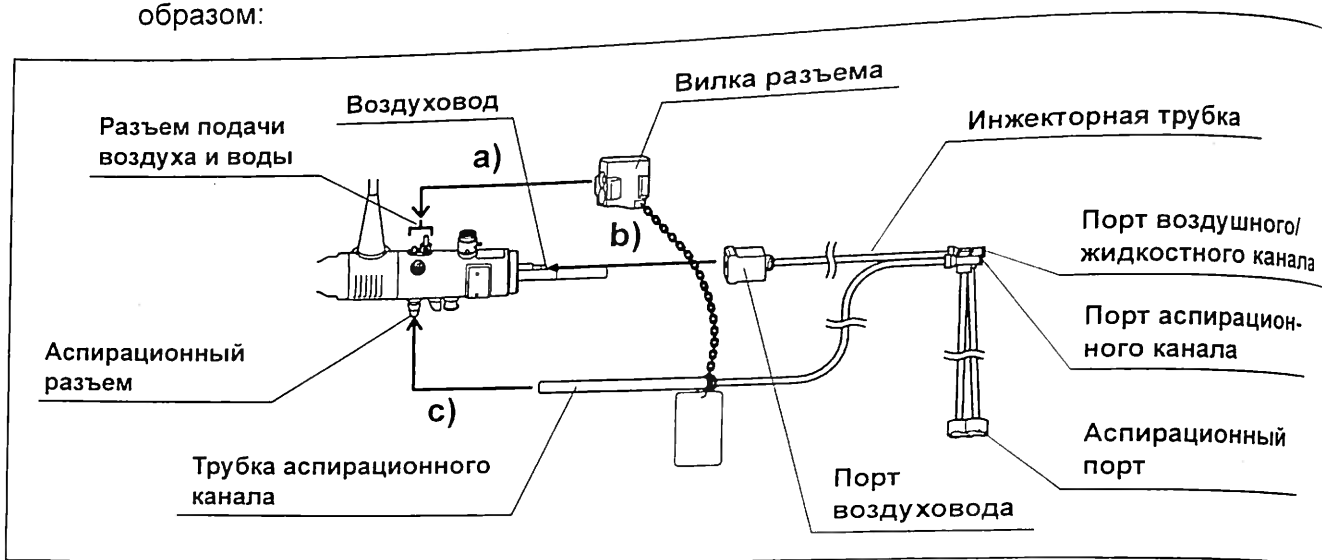

рисунок 5.23
- 3 Погрузите аспирационный порт инжекторной трубки (МН-946) в воду. (см. рис. 5.23)